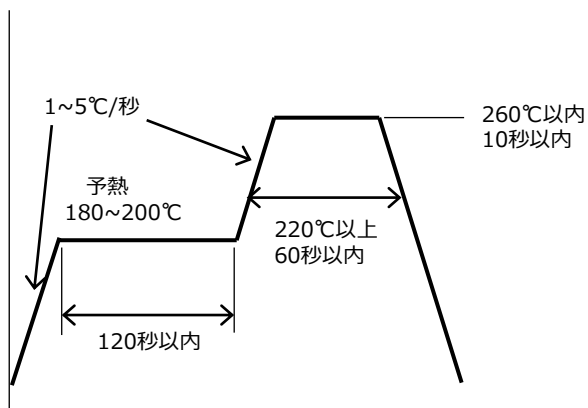

図8. リフロー推奨条件
- ① リフローによるはんだ付けは、2回まで可能です。
- ② リフロープロファイルは図8の条件を参考に、ご使用になるはんだペーストの推奨条件に合わせてください。
- ③ ピーク温度からの冷却温度勾配は、急冷却を避けてください。
- ④ 大気リフローの場合は、リフロー時の熱や雰囲気の影響により、光学的劣化を起こすことがあります。リフローに際しては、窒素リフローを推奨します。